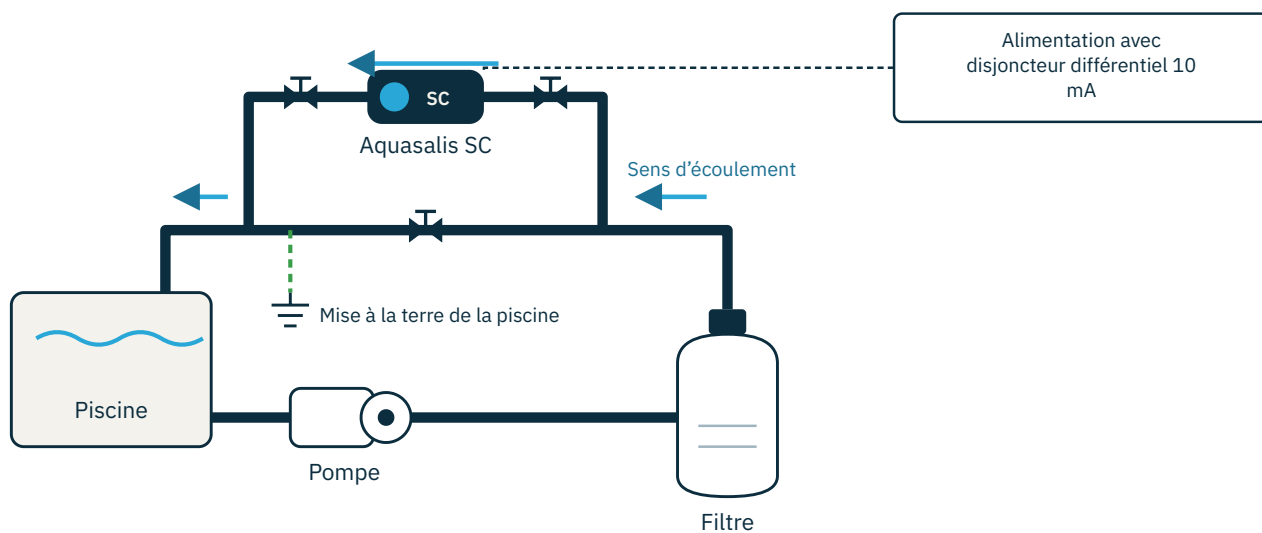
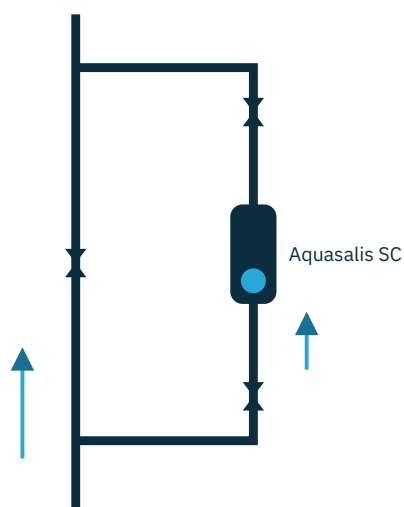

Figure 1 — Installation horizontale avec by-pass
Figure 2 — Installation verticale : l'eau circule de bas en haut
3. Une installation sans by-pass est possible si votre pompe a un débit inférieur à 10 m³/h, mais un by-pass est fortement recommandé afin de pouvoir isoler le circuit hydraulique. Si le débit de la pompe est supérieur à 10 m³/h, un by-pass avec une vanne de réglage sur la canalisation principale est obligatoire. Installez l'appareil sur la conduite de refoulement qui ramène l'eau du filtre vers les buses de refoulement de la piscine, comme illustré à la figure 1 (horizontal) et à la figure 2 (vertical).
8. L'appareil peut être installé horizontalement (figure 1) ou verticalement (figure 2). En installation verticale, l'eau doit circuler de bas en haut.